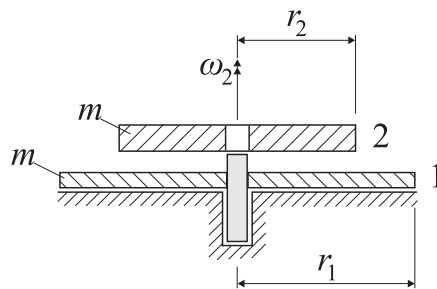

Bild 5.4.
Aufgabe 5.4. Auf eine reibungsfrei gelagerte, ruhende Scheibe (1) (Masse m , Radius r_1) wird eine mit der Winkelgeschwindigkeit ω_2 rotierende Scheibe (2) (Masse m , Radius r_2) konzentrisch aufgesetzt (Bild 5.4). Infolge der Reibung zwischen den Scheiben nehmen sie nach einiger Zeit eine gemeinsame Winkelgeschwindigkeit an. Wie groß ist diese? Wie groß ist die Änderung der kinetischen Energie?